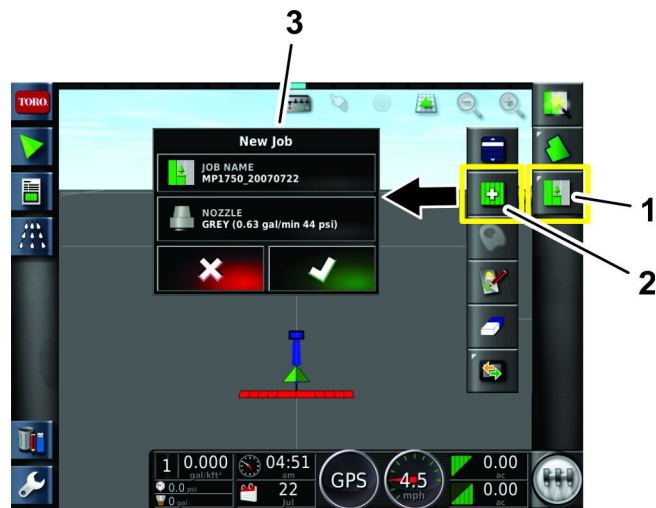

Bild 131
5. Tippen Sie oben rechts auf dem Bildschirm auf das Jobmenü-Symbol (Bild 131).
6. Geben Sie einen neuen Namen für den Job ein oder behalten Sie den Standardzeitstempel bei (Bild 131).